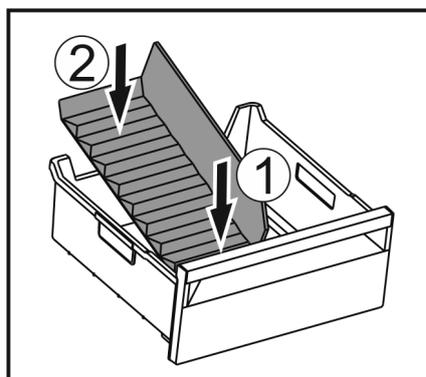

Fig. 148
- ▶ Introduceți partea frontală a separatorului pentru compartimentul de gheață. Fig. 148 (1)
- ▶ Coborâți partea posterioară a separatorului pentru compartimentul de gheață până la baza sertarului. Fig. 148 (2)